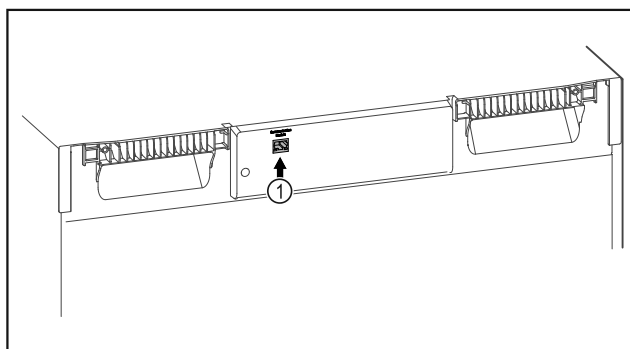

Fig. 109
- SmartModule *Fig. 109 (1)* ist eingesetzt.